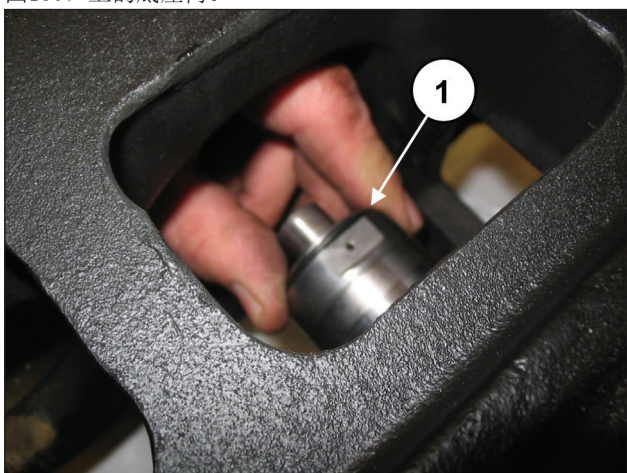
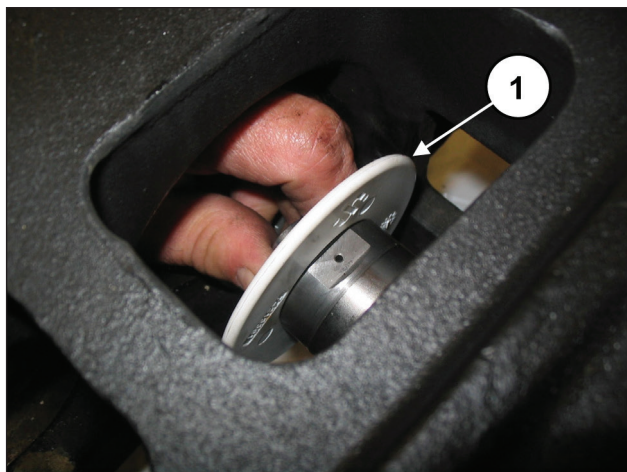

图179
图180
利用扭力扳手调节螺丝, 如第3章所述。将防溅环与O形圈一起放在活塞导承 (部件号①, 图179和图180) 上的底座内。